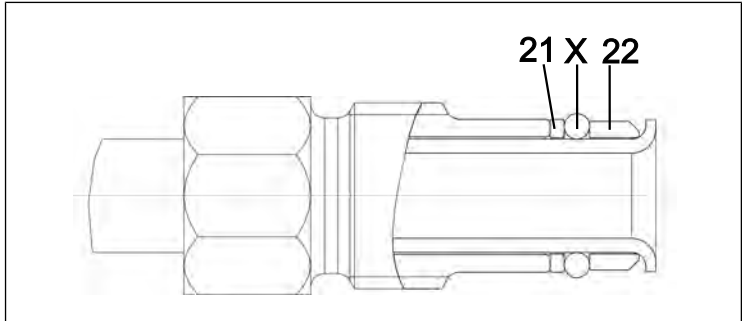

Abb.31: Korrekte Position des O-Rings
2. Wechseln Sie die O-Ringe (16) und (17) an der Schlauchverbindung Abscheider (11).
3. Wechseln Sie den O-Ring (15) an der Schlauchverbindung Hochleistungskondensator (12).
**i** Achten Sie beim Wechsel der O-Ringe auf die korrekte Position der neuen O-Ringe (zwischen Hülse (22) und Gleitscheibe (21; siehe Abb. 31).